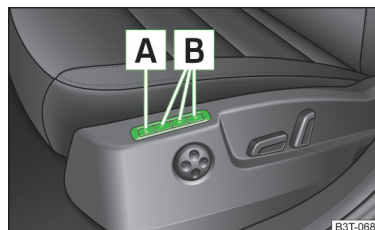

Abb. 70
Die Memory-Funktion für den Fahrersitz bietet die Möglichkeit, die Fahrersitz- und Außenspiegelposition zu speichern. Jeder der drei Speichertasten [B] » Abb. 70 kann eine Einstellposition zugeordnet werden.
- › Die Taste [SET] [A] » Abb. 70 drücken.
- › Die gewünschte Speichertaste [B] » Abb. 70 drücken.
› **Kurz** die gewünschte Speichertaste **[B]** » **Abb. 70** bei eingeschalteter Zündung drücken.
- › Eine beliebige Speichertaste **[B]** » **Abb. 70 auf Seite 85** drücken und gedrückt halten. Nachdem der Sitz die unter der betreffenden Taste gespeicherte Position eingenommen hat, gleichzeitig die Taste **[M]** auf dem Funkschlüssel innerhalb von 10 Sekunden drücken.
- › Die **[SET]**-Taste **[A]** » **Abb. 70 auf Seite 85** drücken und gedrückt halten. Gleichzeitig die Taste **[M]** auf dem Funkschlüssel innerhalb von 10 Sekunden drücken.